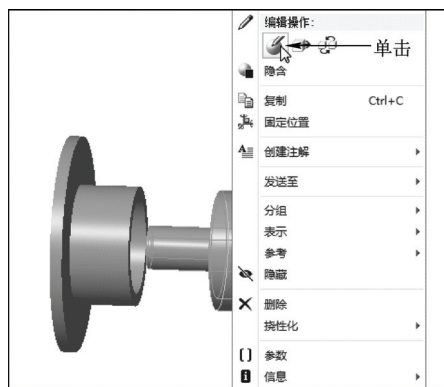

图 11-72 单击“编辑定义”按钮
STEP 02 在绘图区中选择合适的元件,单击鼠标右键,在弹出的快捷菜单中单击“编辑定义”按钮,如图11-72所示。